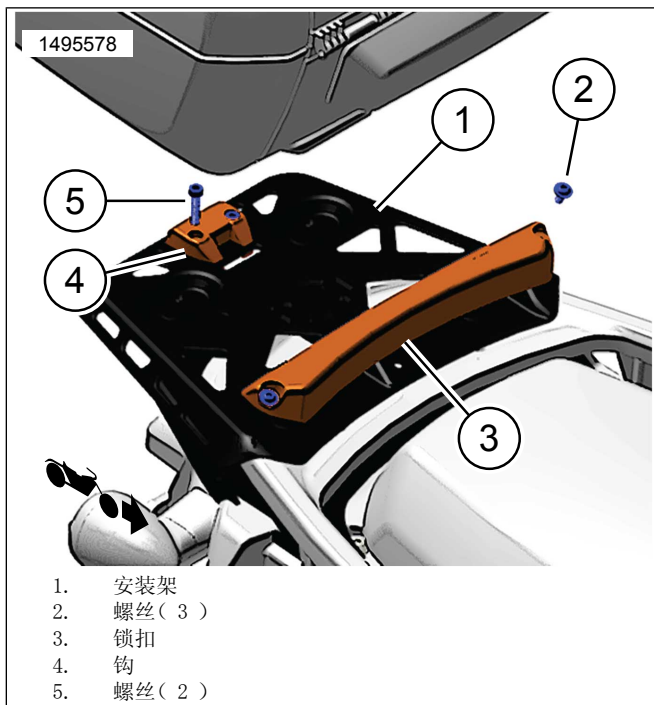
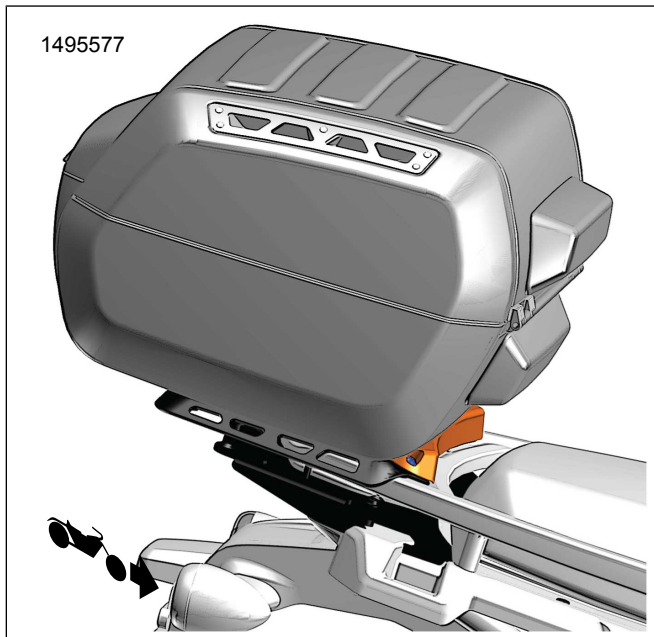

图13。底架套件(53000812)
图14。顶箱安装
1. 图13将底架套件安装到安装架上。
3. 参见图13和图14。将顶箱滑道前锁扣(3), 向下晃动, 直至其与后挂钩(4)咬合。